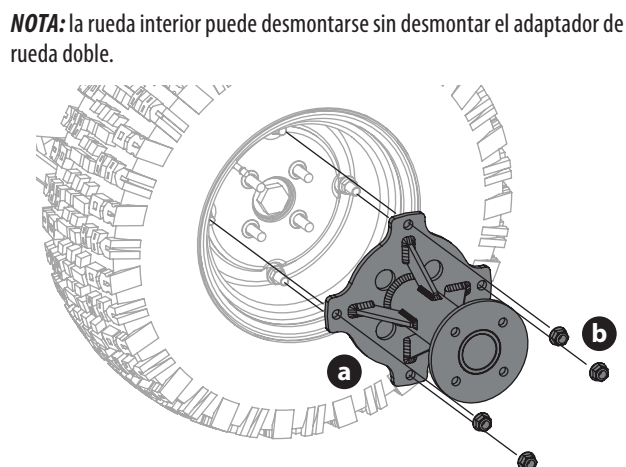

Fig. 52
2. En caso necesario, desmonte el adaptador de rueda doble (a) retirando las cuatro tuercas de bloqueo de brida (b) (Fig. 52).